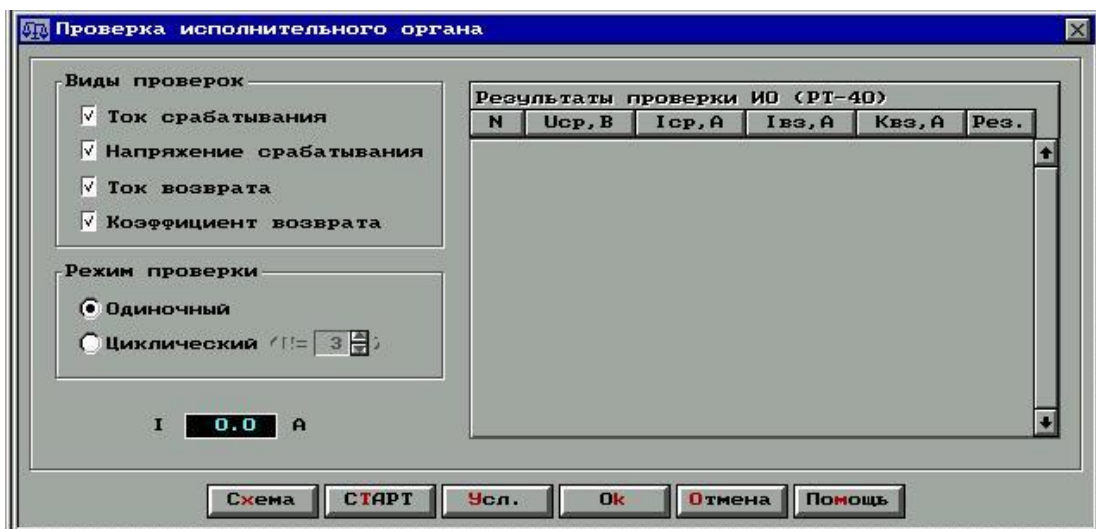
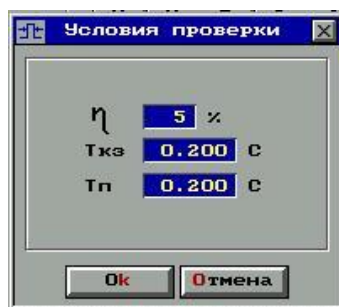
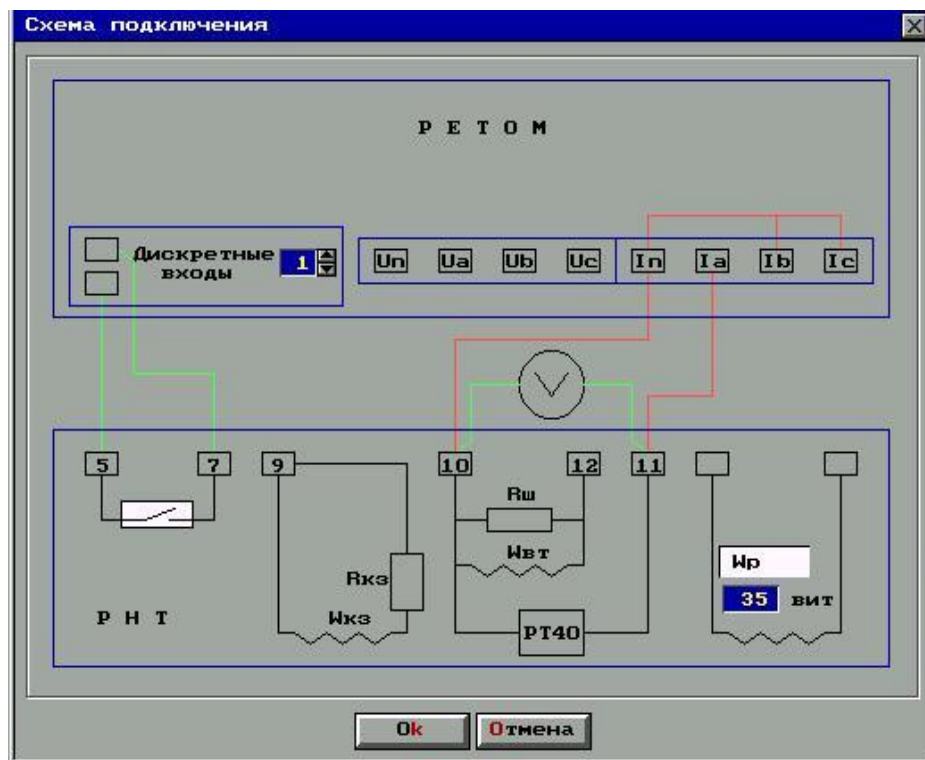

Рис. 11.4. Окно *Проверка исполнительного органа*
Рис. 11.5. Окно *Условия проверки*
Рис. 11.6. Схема подключения реле РНТ-560
**Задание условий испытаний.** В панели управления (рис. 11.1) нажмите кнопку Проверка исполнительного органа, появится диалоговое окно (рис.11.4).
Данные значения вводятся в окне *Условия проверки* (рис. 11.5), которое вызывается по кнопке **Усл** (рис. 11.4).
Настройки, используемые по умолчанию, представлены на рис. 11.5.
**Проверка исполнительного органа.** В рабочем окне (рис. 11.4) нажмите кнопку **Схема** и подключите реле по схеме (рис. 11.6).
После подключения реле закройте окно со схемой нажатием кнопки **Ok**. В рабочем окне (рис. 11.4) выберите режим проверки, **Одиночный** или **Циклический** и нажмите кнопку **Старт**.
После подключения реле закройте окно со схемой нажатием кнопки **Ок**. В рабочем окне (рис. 11.4) выберите режим проверки, **Одиночный** или **Циклический** и нажмите кнопку **Старт**.